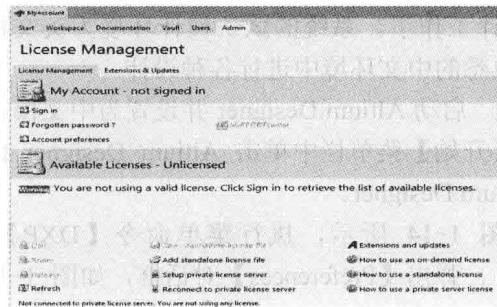

图 1-9 未激活状态界面
(2) 第一次启动后，所用软件的名称、激活码等参数都显示在“Available License”区域中。同时，以红色显示“You are not using a valid license.Click Sign in to retrieve the list of available licenses.”，提示用户尚未使用有效许可激活软件，如图 1-9 所示。